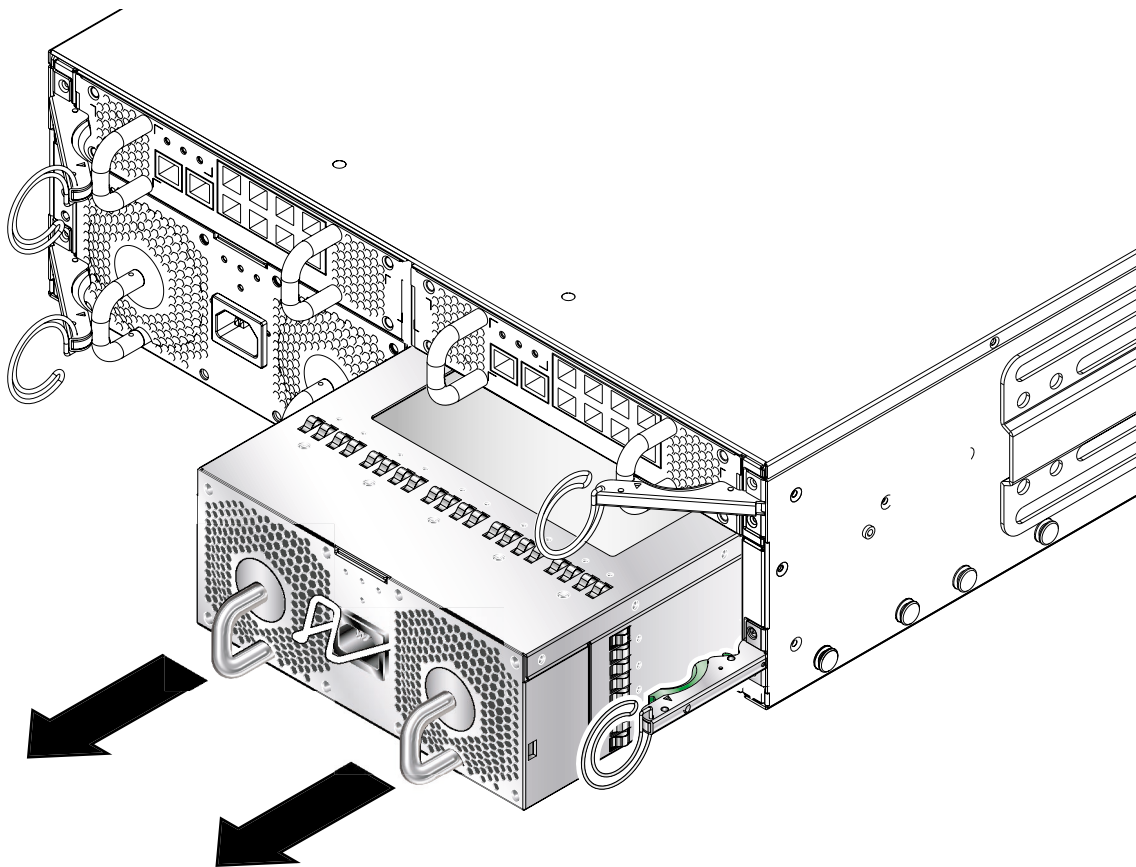

図 12-13 PSU のシステムシャーシからの取り外し
5. PSU の背面に縦方向に付いているハンドルを引いて、システムシャーシから PSU を取り出します (図 12-13)。